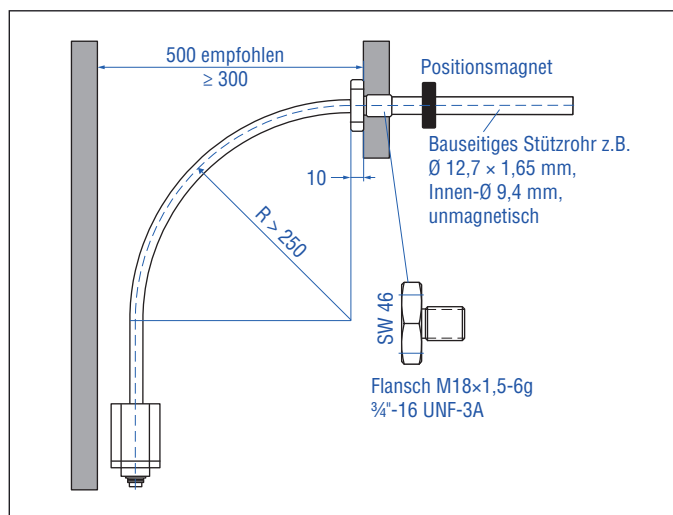

Abb. 19: Abstände für die Montage und Handhabung
3. Halten Sie bei der Montage/Demontage des Sensors einen Mindestabstand von 300 mm zu einer räumlichen Begrenzung ein. Der empfohlene Abstand beträgt 500 mm (Abb. 19).